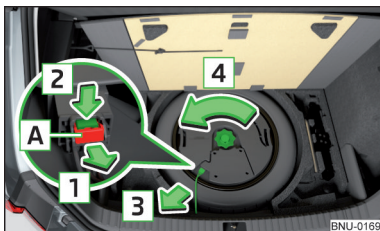

Fig. 310
- Trageți elementul de blocare **A** din conector în sensul săgeții **1** » fig. 310.
- Înșurubați șurubul de siguranță în sensul opus săgeții **4**, până la capăt » fig. 310.